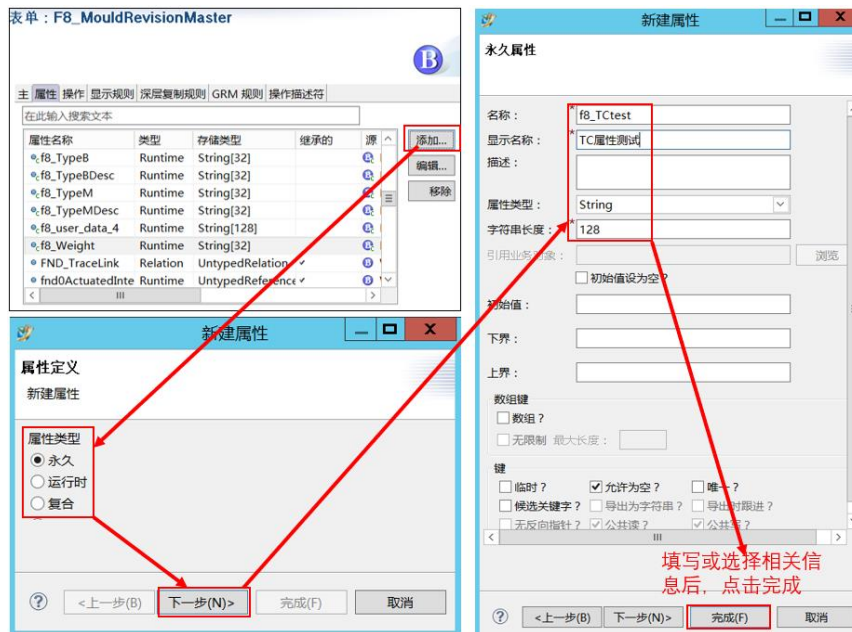

图 4
3、在“F8_MouldRevisionMaster”属性对话框，点击“添加”按钮进行添加属性，具体如下图 4 所示。